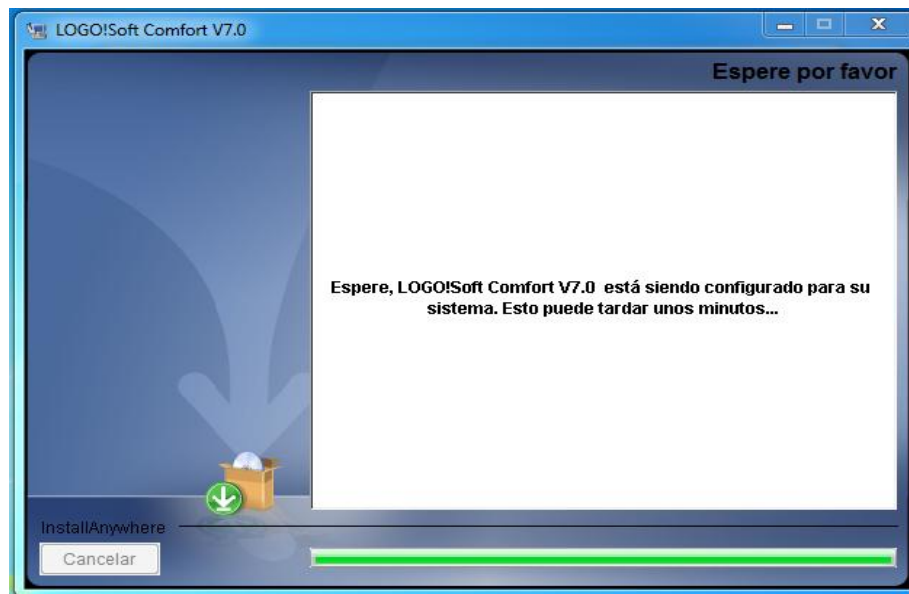

Figura 47: Esperando la configuración del programa.
6. Esperar a que se configure LOGO!Soft para el sistema Figura 47.